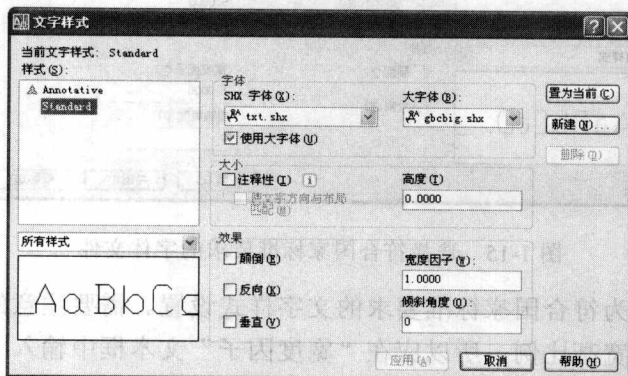

图 1-12 “文字样式”对话框
(1) 用于定义文字样式的命令是 STYLE。单击“样式”工具栏上的 （文字样式管理器）按钮，即可执行 STYLE 命令，此时将打开“文字样式”对话框，如图 1-12 所示。